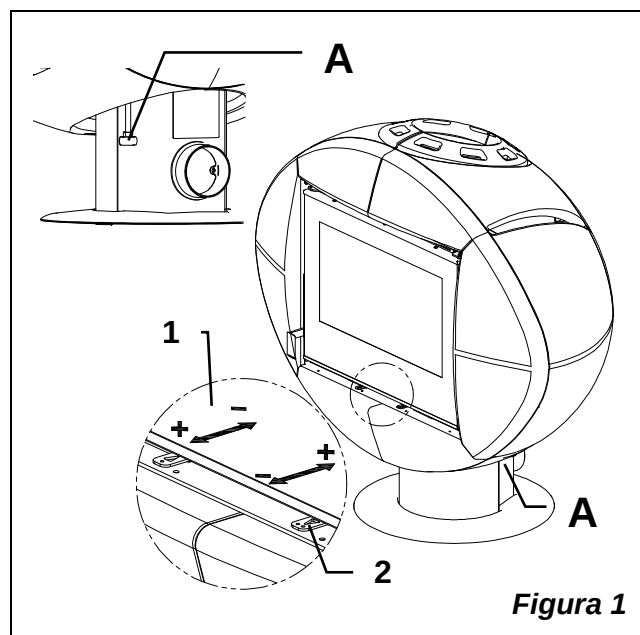

Figura 1
apparecchio in funzione con il vantaggio di poterlo poi bloccare nella posizione desiderata tramite un'apposita manopola (Figura 1 pos.A).
Sotto la porta del focolare a **sinistra** si trova la leva di comando del registro dell'aria primaria (Figura 1 pos.1). Con questo registro viene regolato il passaggio dell'aria che entra nella parte bassa della stufa ed attraverso opportuni canali viene convogliato in direzione del combustibile. L'aria primaria è necessaria per il processo di combustione in fase di accensione. Il cassetto cenere deve essere svuotato regolarmente in modo che la cenere non possa ostacolare l'entrata dell'aria primaria.
Sotto la porta del focolare a **destra** si trova la leva dell'aria secondaria (Figura 1 pos.2).
Quando la leva è tutta inserita il passaggio dell'aria è tutto aperto (Figura 1 pos.2).